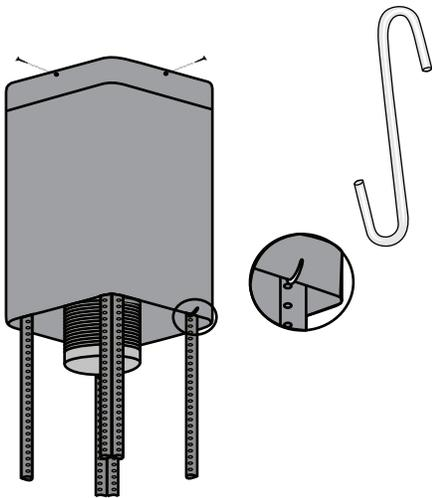

Figure 6
- Utilisez 4 vis de montage ST4 × 8 mm pour fixer la cheminée supérieure dans le panneau de suspension et soulevez la cheminée inférieure avec le crochet S fourni (voir figure 6).